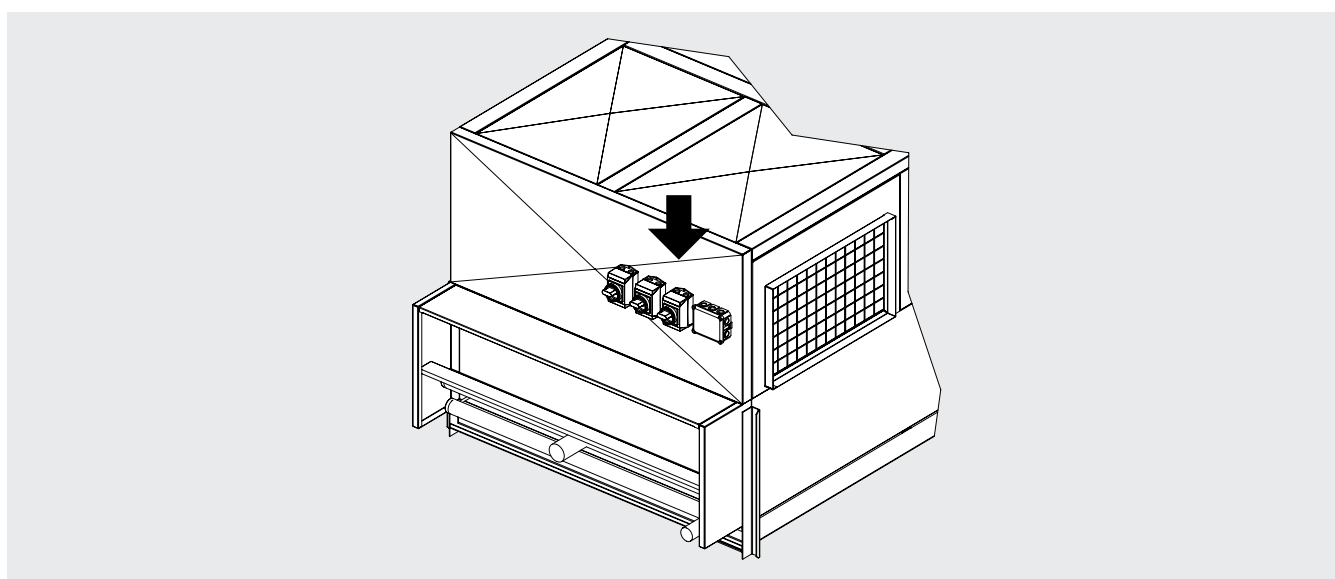

Abbildung 11
- 9.7 Die Abzweigdose und etwaige Schalter für die einzelnen Ventilatoren sind auf der Frontplatte des Modells positioniert. Siehe Abbildung 11.